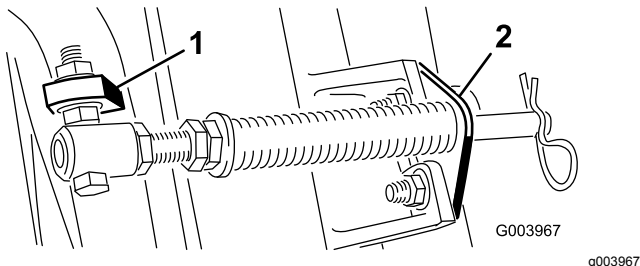

Bild 6
Hinweis: Positionieren Sie den Schraubenkopf zur Außenseite der Nase, wie in Bild 6 dargestellt.
- D. Montieren Sie die Stangenhalterung mit den Schlossschrauben und Muttern an den Schneideinheitnasen (Bild 6).